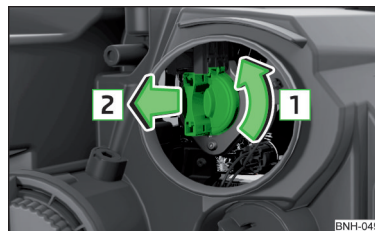

Fig. 270 Înlocuirea becului cu incandescență pentru faza lungă/lumina de deplasare ziua
- › Rotiți dulia împreună cu becul incandescent în sensul săgeții **1** » fig. 270.